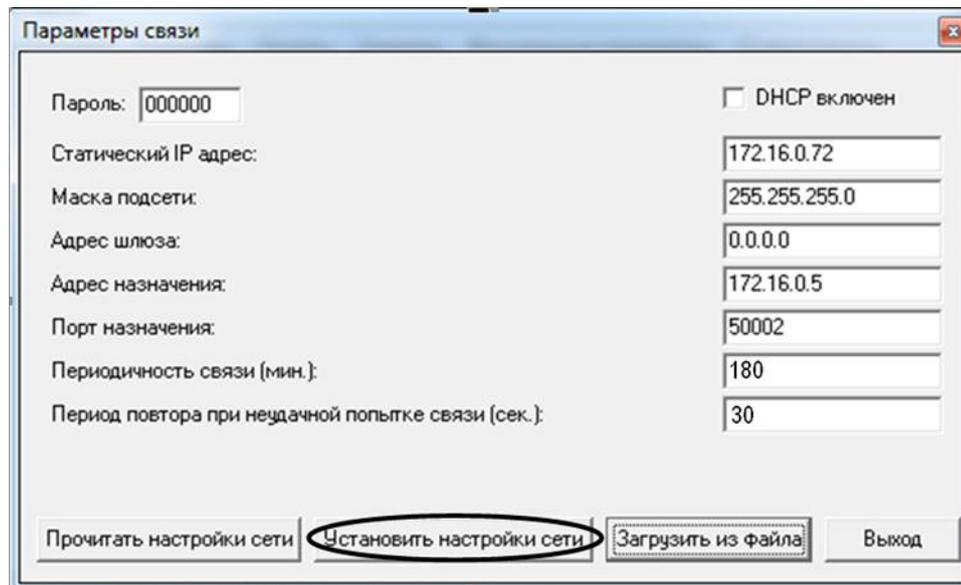

Рисунок 35
6.1.8 У вікні «Параметры связи» з'являться дані із файлу з налаштуваннями (рисунок 35). Для завантаження налаштувань до реєстратора натиснути кнопку «Установить настройки сети».